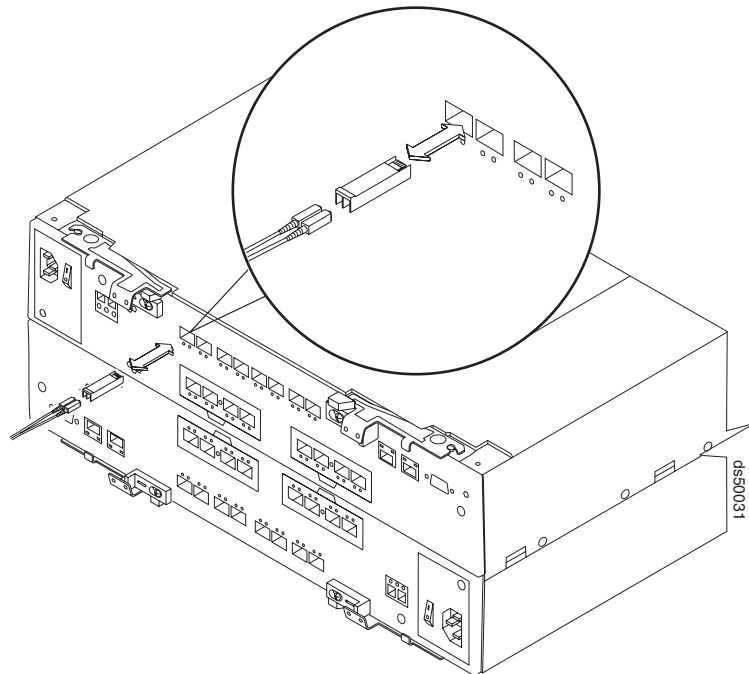

図 25. サポートされる DS5000 ストレージ・サブシステムにおける、SFP モジュールと LC-LC ケーブルの取り付け
2. 図 25 に示すように、LC-LC 光ファイバー・ケーブルを SFP モジュールに接続します。